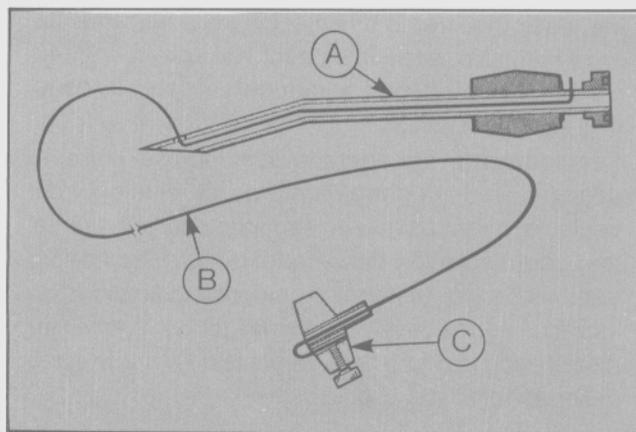

Fig. 3 - Herramienta especial
- Preparar la herramienta especial T84G-42084-BAS. Para ello, introducir 1,10 mt de cable de corte por el extremo de sujeción y asegurarlo al mismo (Fig. 3).